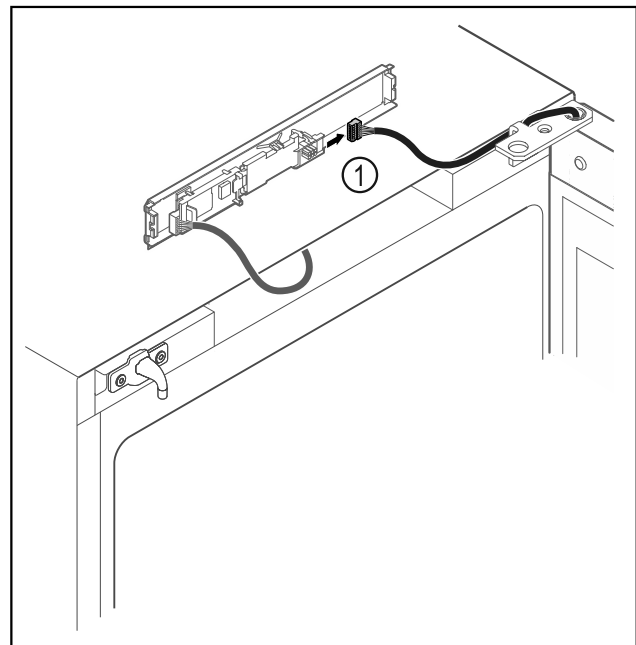

Fig. 13
- ▶ Stecker Fig. 13 (1) von Platine abstecken.